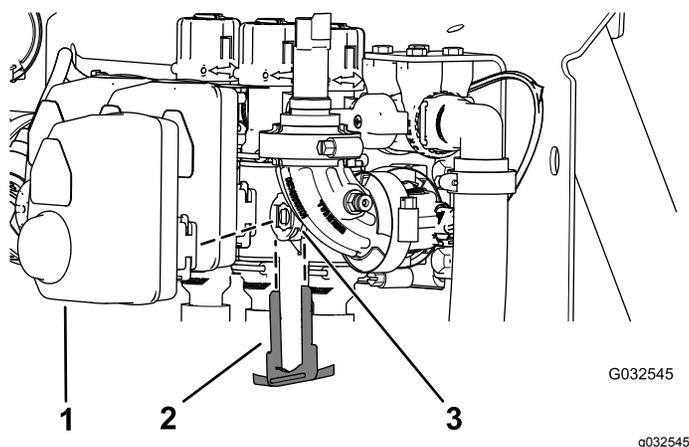

Figura 103
2. Retire o retentor que fixa o acionador à válvula do coletor para válvula de secção ou válvula de agitação (Figura 103).